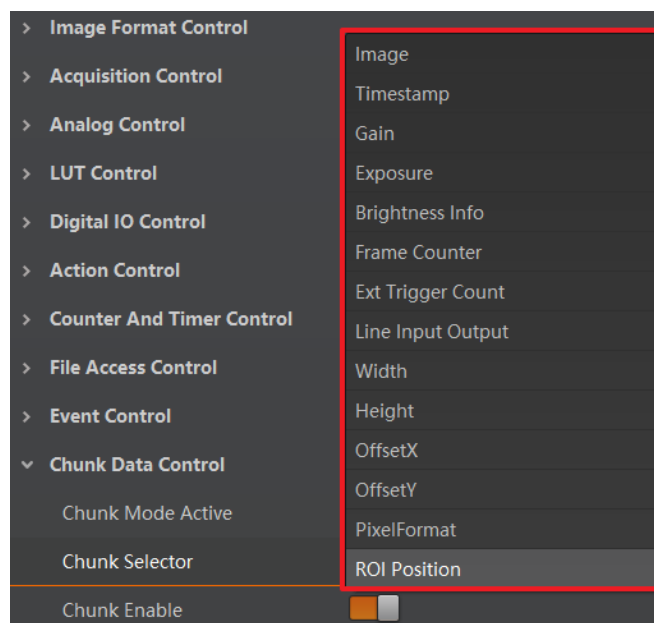

图8-6 选择嵌入的信息
2. 在 *Chunk Selector* 下拉框处，选择需要嵌入的信息，如图 8-6 所示。